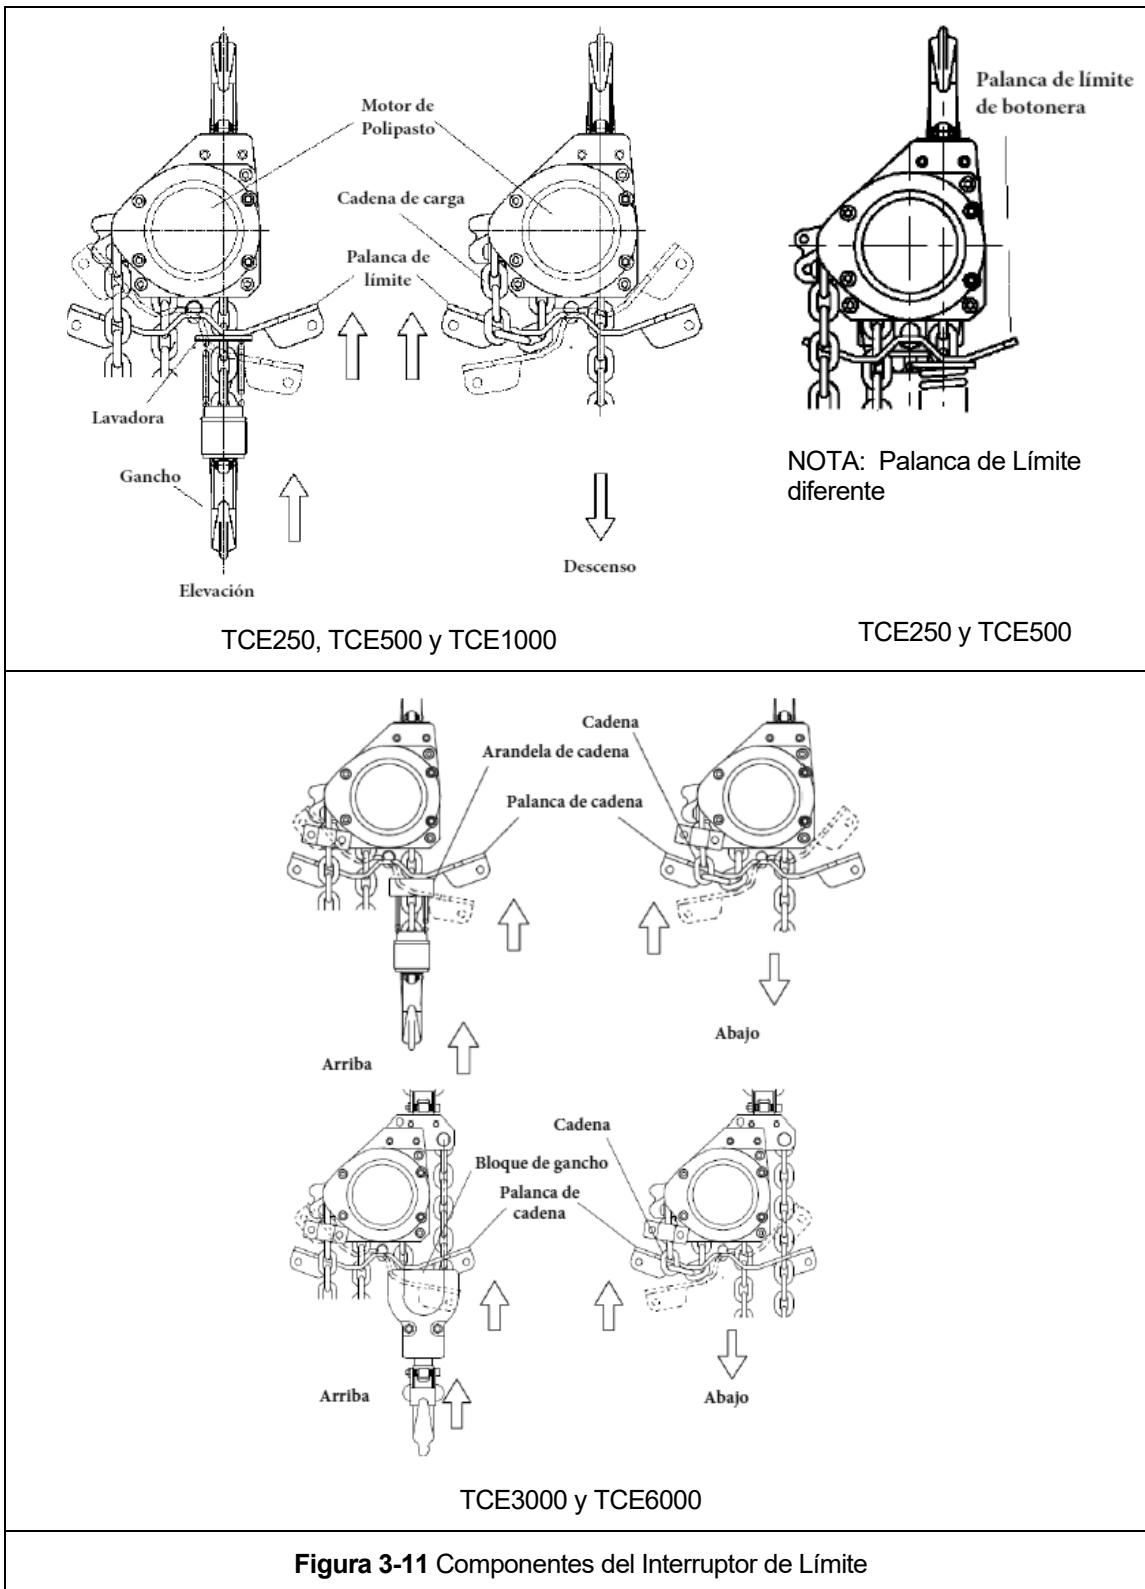

Figura 3-11 Componentes del Interruptor de Límite
- 3.13.6 **ADVERTENCIA** Verifique que la Cadena/Palanca Limitadora funcione correctamente y se mueva libremente hacia arriba y hacia abajo. Para referencia, consulte la Figura 3-11.